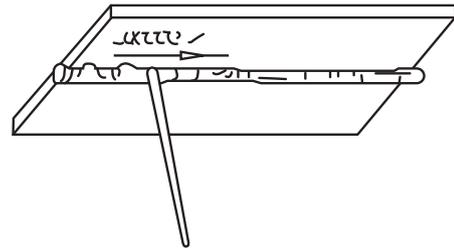

Figura 4
a. Inclíne el electrodo y avance oscilándolo según figura 4.